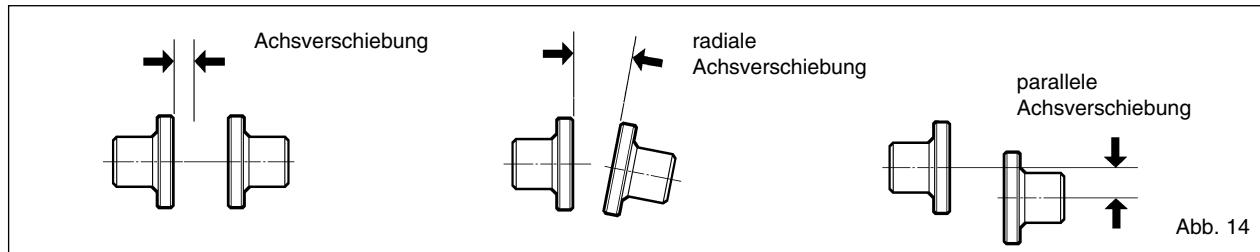

Abb. 14
- die Schrauben der Tiefzieher anziehen, die Ausrichtung wie auf Abbildung 14 angegeben überprüfen und in Abhängigkeit vom Typ der Kupplung wie in den Abschnitten 12.10, 12.11 und 12.12 angegeben einstellen;